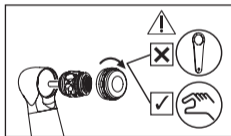

Fig. 33
- 7 Insérez la nouvelle cartouche dans. Fixez et serrez le capuchon de la tête à la main (Fig. 33).